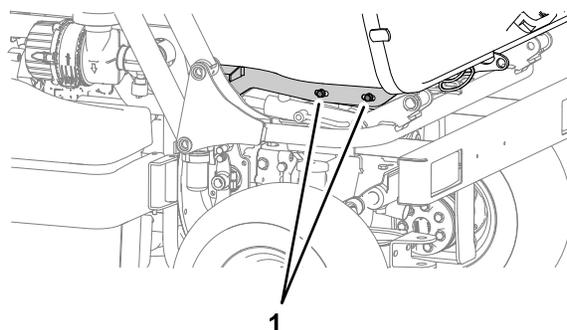

Bild 136
1. Lockern Sie die vier Schrauben, mit denen die Hubstützen der Fangbox an den Gelenkanschlussstücken befestigt sind (Bild 136).
3. Ziehen Sie die vier Schrauben an (Bild 136).